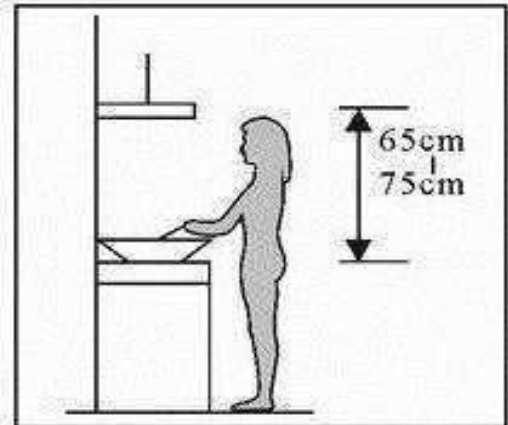

Fig. 1
3.1 O exaustor deve ser instalado a uma distância de 65-75cm (26-30 polegadas) da placa para melhores resultados. Veja fig.1.